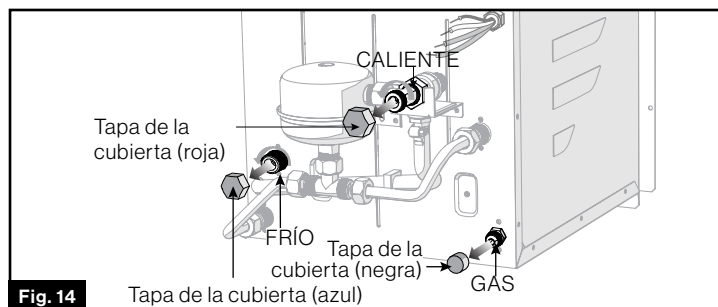

Fig. 14
- Retire las tapas de protección para el conector de agua FRÍO (azul), CALIENTE (rojo) y el conector de GAS de la parte posterior. (Fig. 14)